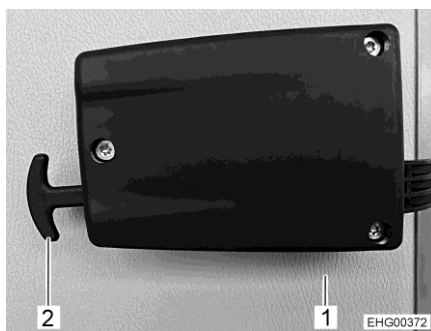

Bild 58 Nödopplåsning garagelucka
- Dra i båda handtagen på nödupplåsningen (Bild 58,2).
- Tryck garageluckan (Bild 58,1) utåt.